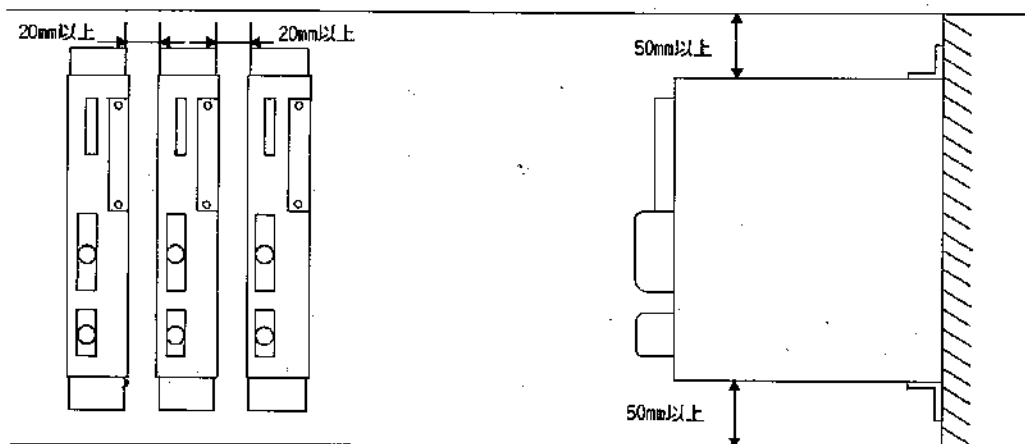

図3-4 ドライバの据付けと通気性
(3)放熱のため、上下、左右の空間は他装置、部品や制御盤壁面から上下各50mm、左右各20mm以上確保するようにして下さい。(図3-4参照)